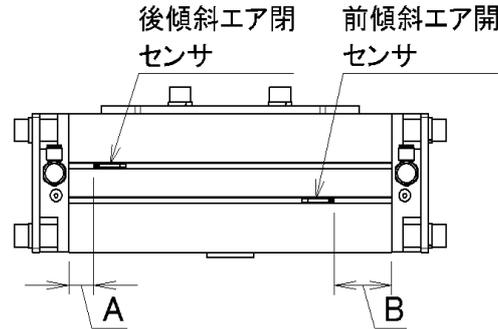

図 8-15
8. 3.9 ロータリーアクチュエータセンサ調整(図 8-15)